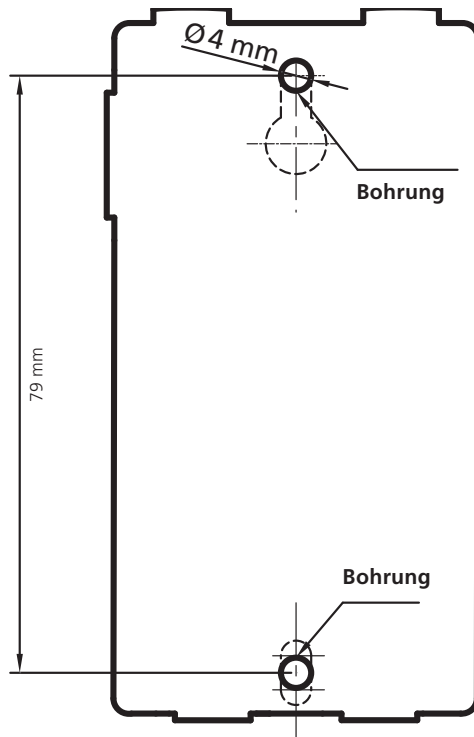

Fig. 2
- Markieren Sie mit einem Bleistift die Positionen der zwei Dübellöcher (Bohrschablone, Fig. 2).